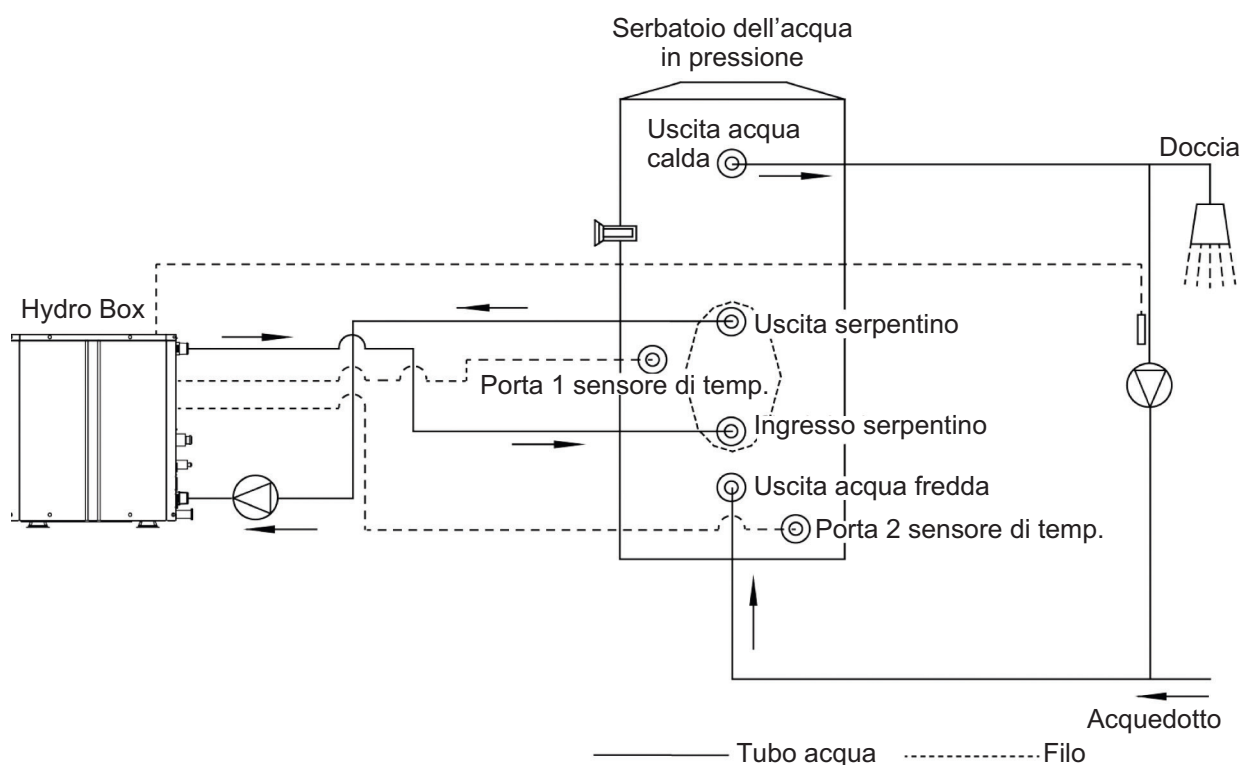

Fig. 4.14
- 1 Il canale dell'acqua di ritorno può essere installato facendo riferimento allo schema seguente (Fig. 4.14).